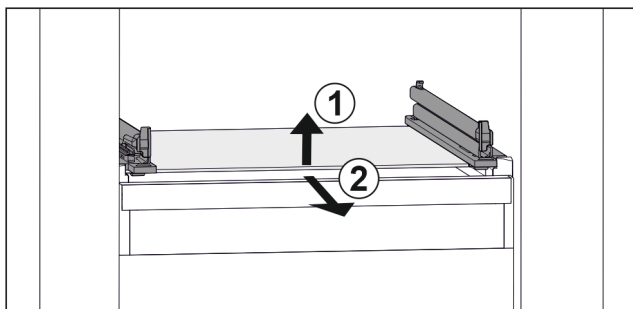

Fig. 133 Exempel på glashylla
- ▶ Lyft glashylla framtill. Fig. 133 (1)
- ▶ Ta ut glashylla framåt. Fig. 133 (2)